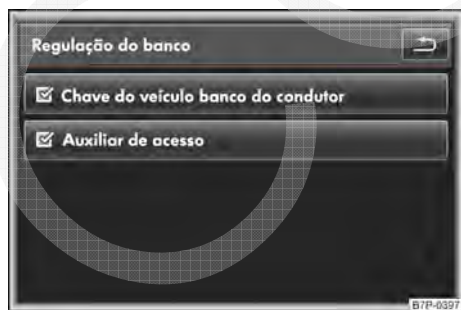

Fig. 109 Sistema Infotainment: menu de ajustes do banco para o banco do condutor com função de memória.
- Ativar a caixa de seleção na superfície de função **Chave do veículo banco do condutor** mediante toque ☒ → Fig. 109.
Se já foi executada uma ativação da memorização automática com os botões de memória na porta do condutor, o sinal de visto na caixa de seleção ☒ da superfície de função **Chave do veículo banco do condutor** → Fig. 109 estará ativado automaticamente.